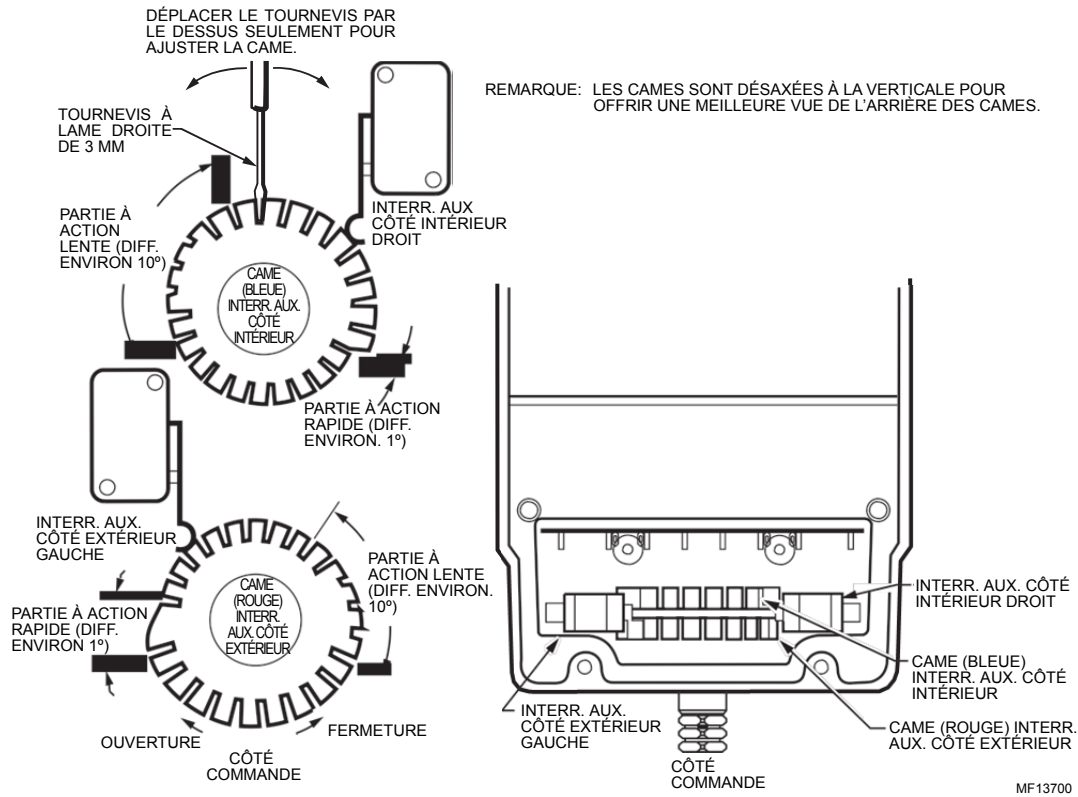

Fig. 14. Réglage de l'interrupteur auxiliaire.
1. Insérer la lame d'un tournevis de 3 mm (1/8 po) dans une fente de la came et faire tourner le dessus du tournevis le plus loin possible dans le sens requis. Voir la Fig. 14.